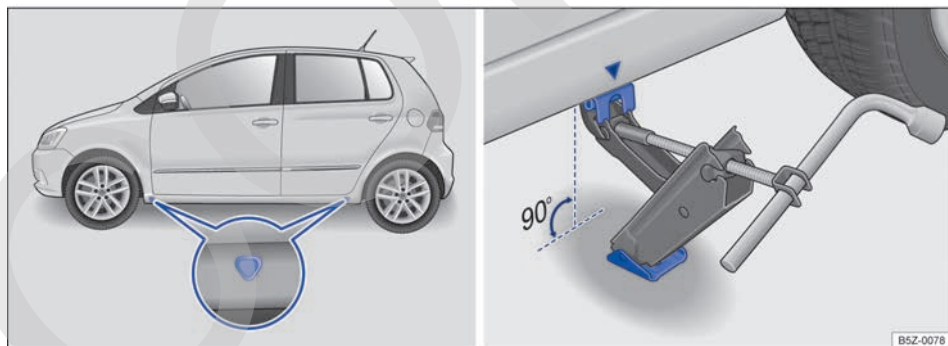

Fig. 161 Puntos de apoyo del gato y gato posicionado atrás en el lado izquierdo trasero del vehículo.
El gato únicamente puede ser posicionado en los puntos de apoyo indicados (marca en la carrocería) → **fig. 161**. Es válido el punto de apoyo ubicado próximo a la rueda correspondiente → .
6. Busque debajo del vehículo el punto de apoyo del gato → fig. 161 más cercano a la rueda que debe cambiar.
8. Garantizar que la base del gato, con toda su superficie, esté sobre el piso y que la base se encuentre perpendicularmente por debajo del punto de colocación → fig. 161.
9. Alinear el gato y, simultáneamente, levantar la garra del gato hasta que se encaje en el travesaño debajo del vehículo → fig. 161.
- Posicionar el gato únicamente en los puntos indicados. La garra del gato debe encajarse en el perfil del larguero de forma segura → fig. 161.